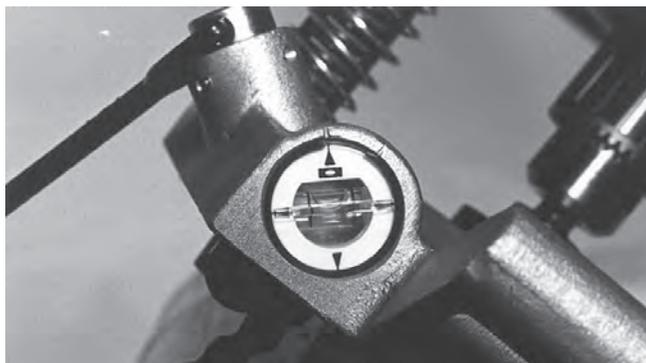

図 6 - HC-450 ホールカッタの水平器
4. HC-450ホールカッタのベース部には、連続穴の位置を合わせるのに使用できる水平器が備わっています。ホールカッタを希望の角度に配置したら、水平器を回転させて水平位置に調整することが可能です。さらに、水平器を使用してホールカッタを水平にし、同じ角度で連続的に穴をあけることができます。(図 6 参照)